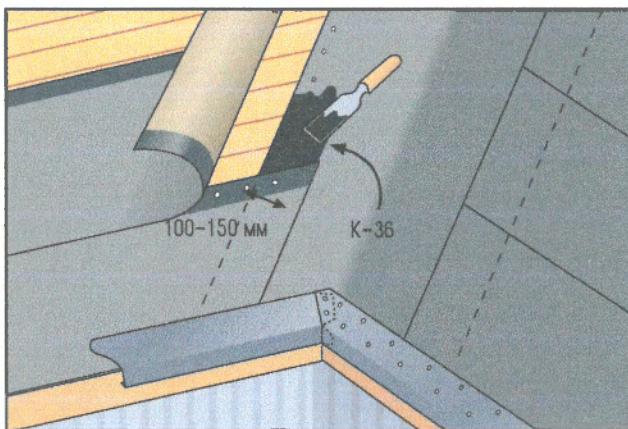

Рис. 2
- Укладка подкладочного ковра начинается от ендовы (Рис. 2).
- Подкладочный ковер укладывается непосредственно на настил из досок. Металлические карнизные планки монтируются на концах карниза сверху подкладочного ковра (Рис. 2).